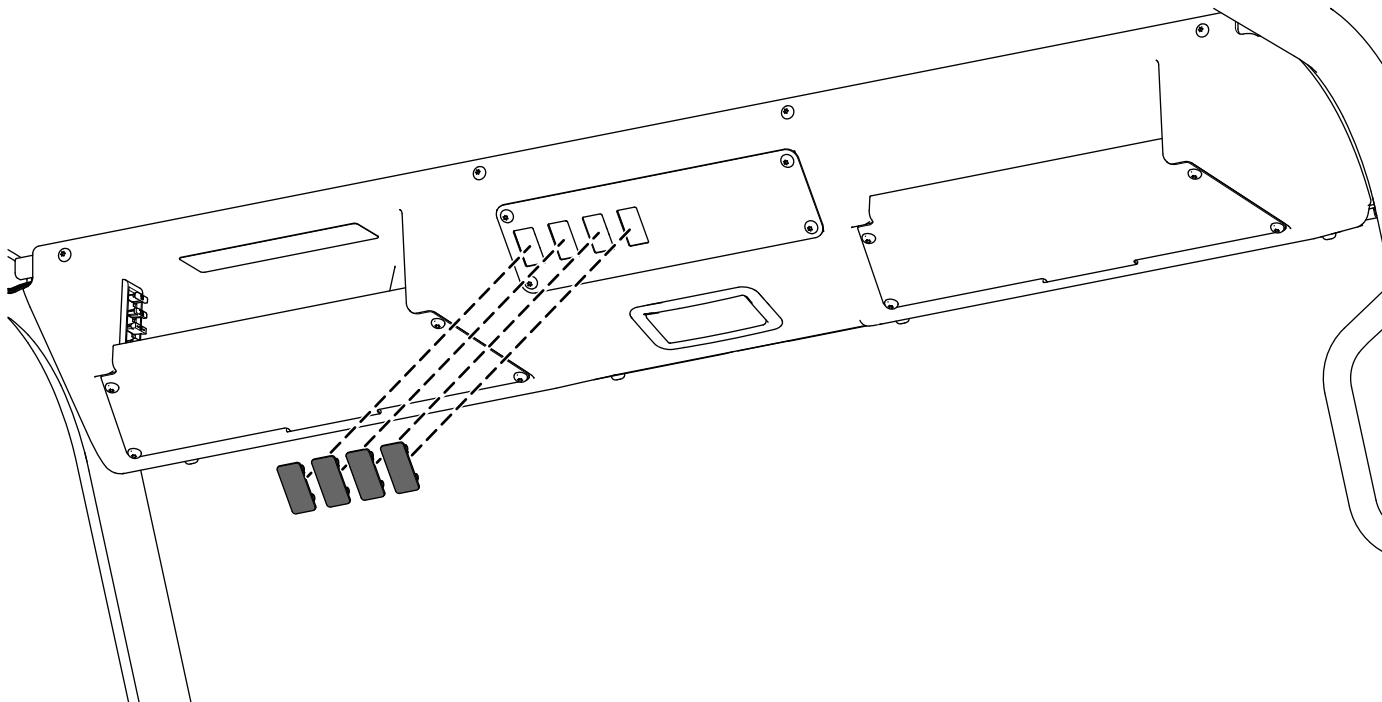

Рисунок 10
8. Установите 4 заглушки в кронштейн переключателя консоли (Рисунок 10).